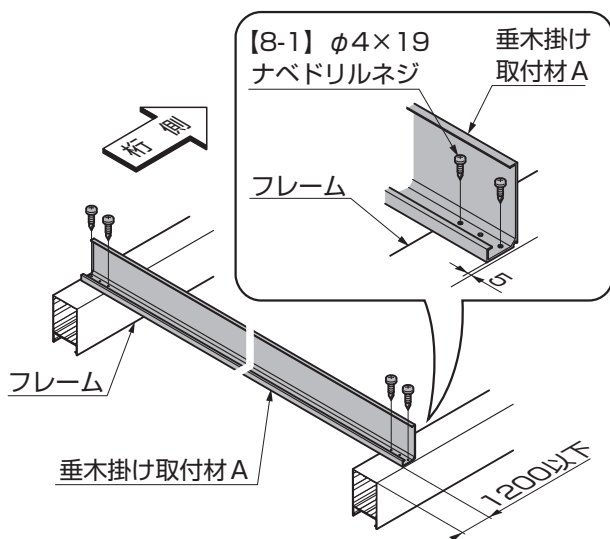

図3-5
- ①垂木掛け取付材Aをフレームに【8-1】で取付けてください。(図3-5参照)